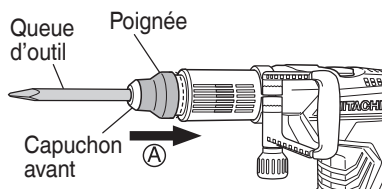

Fig. 5
- (3) Placer le levier du sélecteur sur « percussion T » et tourner l'outil, en vous assurant qu'il est bien verrouillé.
Comme illustré sur la Fig. 5, faire coulisser la poignée dans le sens de (A) et extraire l'outil.